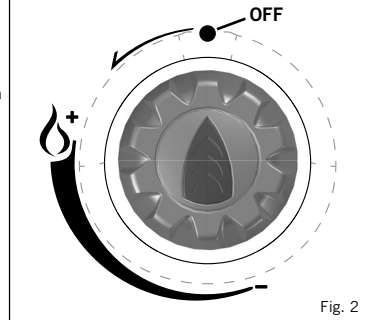

Fig. 2
- Prima di collegare l'unità di erogazione del gas, controllate innanzitutto che la valvola del dispositivo sia in posizione "off" girando completamente in senso orario il pomello di controllo (v. Fig. 2).